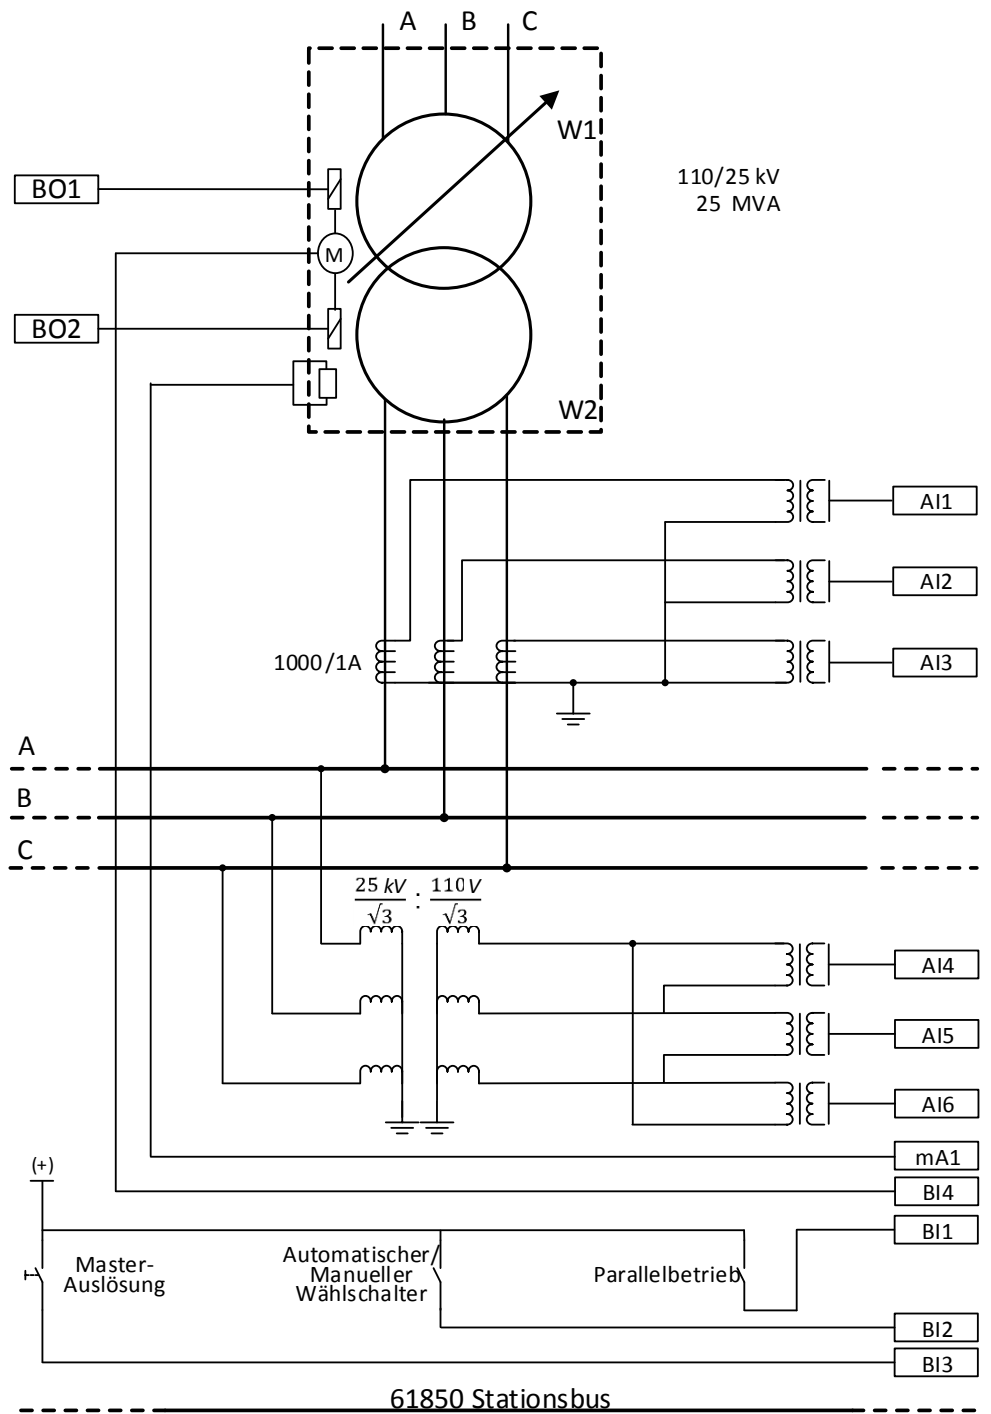

Abb. 39: Relais 3-Schnittstellen und CT/VT-Anschlüsse für TR3 in Beispielfall 2
Die Abbildung 39 zeigt die Anschlussdetails der Analogeingänge (AI) des Relais (Relais 3), Binäreingänge (BI), Milliampereeingänge (mA) und Binärausgänge (BO) für Transformator TR3 im Beispielfall. Die CT-Anschlüsse für die Leiterspannungsmessungen in allen Leitern und der VT-Anschluss für die Spannungsmessung an der MS-Seite werden ebenfalls dargestellt. In diesem Beispiel ist der Stufenschalterstellungswert als mA-Eingang für den Transformator TR3 und als Eingang zu TPOSYLTC eingegeben.